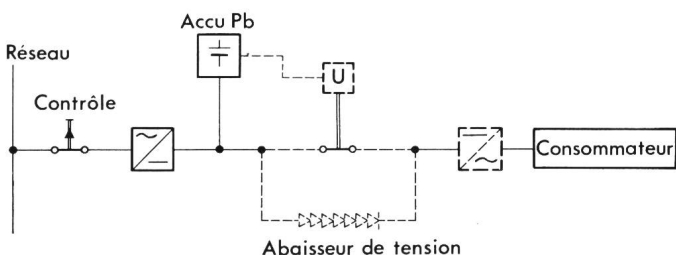

Fig. 3 Circuit d'alimentation sans interruption; accumulateur au plomb-calcium
4.1 Accumulateur au plomb-calcium à plaques à grilles (fig. 3)
Lors du dimensionnement de l'accumulateur, on tiendra compte du fait que la capacité nécessaire ne se calcule pas uniquement sur la base du courant de décharge moyen et de la durée de service en courant de secours. En effet, il faut également tenir compte de la température ambiante et des limites de décharge admissibles pour l'accumulateur et le consommateur de secours. La capacité effective correspond à la capacité nominale, si l'accumulateur est déchargé à une tension finale de 1,75 V/élément dans les limites de la durée de décharge spécifiée de sa capacité nominale (dans la plupart des cas 20, 10 ou 5 h) et à une température ambiante de 20 °C. Si l'accumulateur est déchargé en moins de temps, donc à un courant plus élevé, on ne dispose plus de la capacité nominale complète, la tension finale de décharge étant atteinte plus rapidement en raison de la baisse accrue de la tension due à la résistance interne de l'accumulateur. Quelques valeurs indicatives relatives à la capacité disponible par rapport à la capacité nominale sont données dans le tableau I. La capacité effectivement disponible devient d'autant plus défavorable que la tolérance de tension admise par le consommateur est faible. Pour respecter des tolérances de tensions serrées, il faut diminuer le débit spécifique de l'accumulateur, ce qui revient à surdimensionner ce dernier, ce qui, pour des raisons de poids, de volume et de prix n'est pas intéressant. Il existe pourtant la possibilité de monter, dans le circuit du consommateur, des abaisseurs de tension (fig. 3). Lorsque le réseau fonctionne, ces abaisseurs sont branchés en série avec le consommateur, de sorte que ce dernier est soumis à une tension qui ne correspond qu'à peu près à la tension initiale de décharge de l'accumulateur. Lors d'une panne du réseau, les abaisseurs de tension sont automatiquement pontés au moyen d'un circuit de déviation. La tension initiale de décharge est alors égale à la tension maximum admise par le consommateur et le rendement capacitif, dans les limites de tensions prescrites, devient optimal. Il y aura lieu de vérifier, si après une décharge de l'accumulateur et le rétablissement de la tension du réseau, la tension initiale d'alimentation ne se situe pas à une valeur trop basse après le branchement des abaisseurs de tension. Si tel était le cas, il faudrait retarder le branchement de l'abaisseur de tension à l'aide d'un relais de tension.